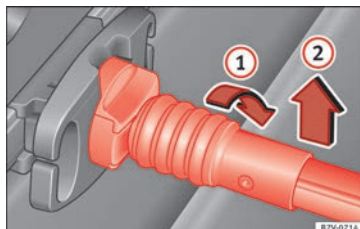

Fig. 171 Décrochez le filet à bagages.
- Tournez la barre de fixation de 90° vers la droite » **fig. 171** ① jusqu'à ce que la marque rouge sur la barre soit visible. Retirez la barre de fixation par le haut ②.